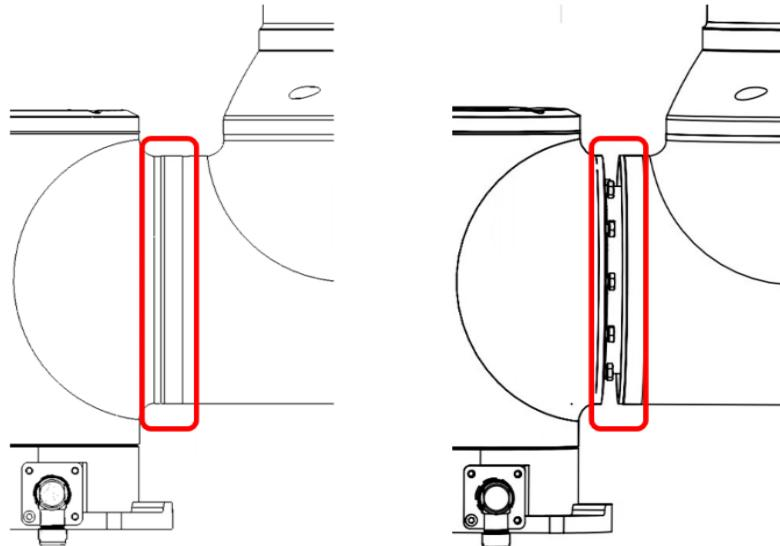

图 3-30 拆卸 J1 轴和 J2 轴外壳螺钉
**步骤15** 使用小平头螺丝刀或类似工具，轻轻取下 J1 轴和 J2 轴连接处的黑色的柔性扁型环，并将其从关节外壳上原来的位置向后拉动。如图 3-30 所示。